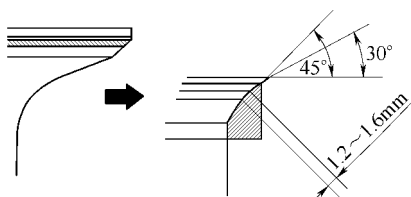

图 1-43 用 30°和 45°硬质合金刀修磨气门座
④如果气门座高于气门面太多，则应使用 30°和 45°硬质合金刀修磨气门座，如图 1-43 所示。